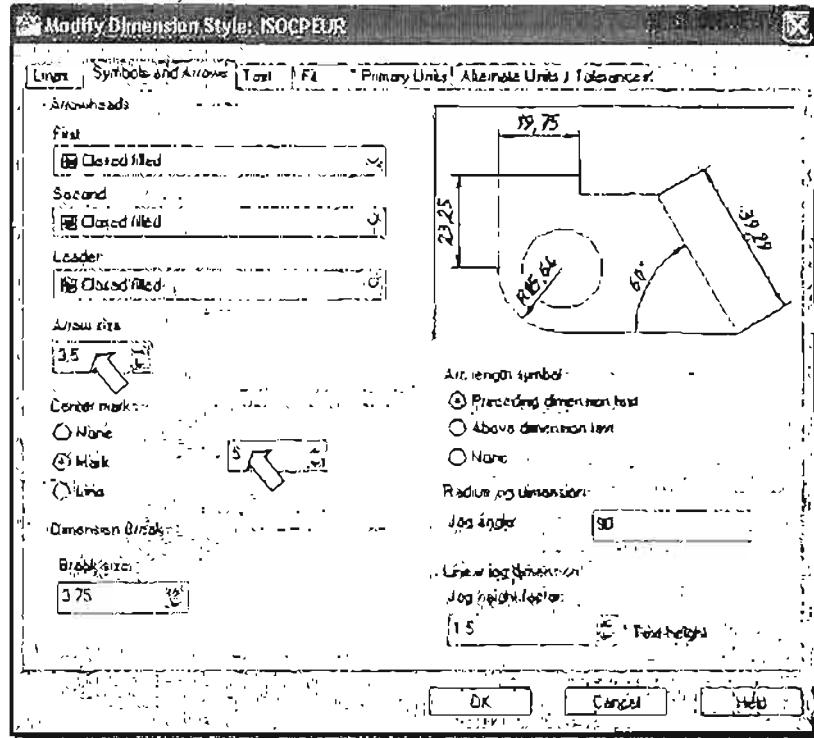

Рис. 3.17. Диалоговое окно Modify Dimension Style на вкладке Symbols and Arrows с установками нового размерного стиля ISOCEUR
- На вкладке **Symbols and Arrows** (Символы и стрелки) (рис. 3.17) увеличьте длину стрелок в поле **Arrow size** (Размер стрелок) с 2,5 мм до 3,5 мм. **Mark** (Маркер центра) увеличьте до 5 мм.